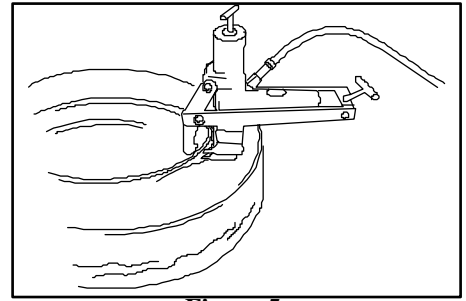

Figure 5
3. Maintenir l'outil dégage-talon de façon à ce qu'il soit presque perpendiculaire (90°) à la jante. (Voir fig. 5.) Si nécessaire, ajuster sa position.